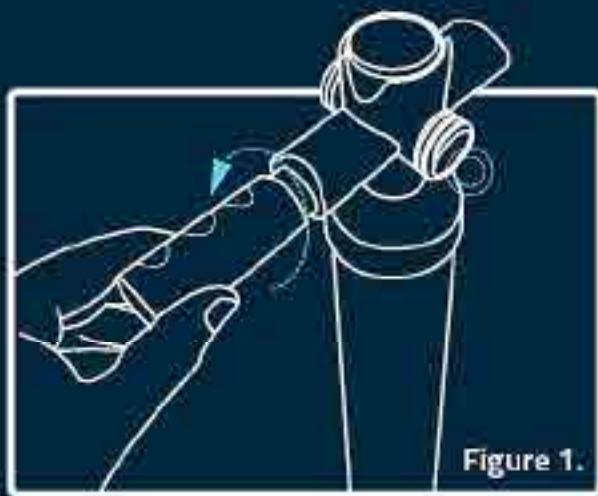
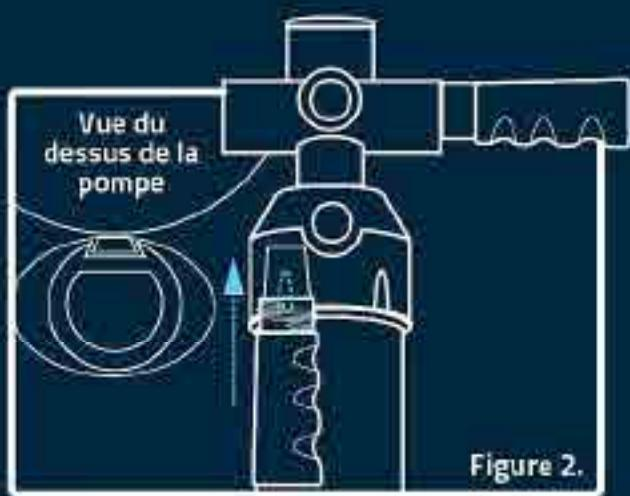

Figure 1.
Figure 2.
- Pour utiliser la pompe pour le gonflage, fixez le tuyau en le tournant dans le sens des aiguilles d'une montre sur la sortie d'air de la pompe étiquetée "gonfler" (**Figure 1**). Pour utiliser la pompe pour la déflation, fixez le tuyau en le tournant dans le sens des aiguilles d'une montre sur la sortie d'air de la pompe étiquetée "dégonfler" (**Figure 2**).
- Pour rendre la pompe plus compacte, retirez les poignées de la pompe en les tournant dans le sens inverse des aiguilles d'une montre. **Figure 1** jusqu'à ce qu'elles se détachent complètement, puis glissez-les sur les deux supports de poignée. **Figure 2**